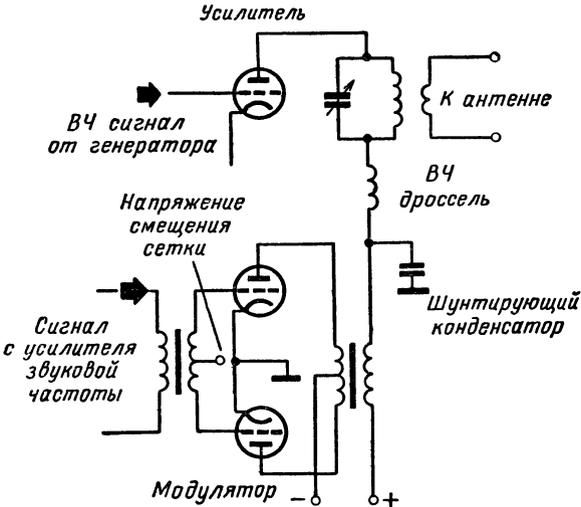

Рис. VI.164. Схема анодной модуляции усилителя.
**Типы модуляторов для амплитудной модуляции.** Существует несколько разных способов подачи сигнала звуковой частоты в высокочастотный усилитель. Одним из очень распространенных способов является анодная модуляция. При этом способе используют двухламповую схему, называемую двухтактным усилителем класса В (рис. VI.164). Выходной сигнал модулятора подается в оконечный усилитель высокой частоты через модуляционный трансформатор. Напряжение звуковой частоты, возникающее на вторичной обмотке трансформатора, добавляется к анодному напряжению усилителя высокой частоты. Таким образом, напряжение звуковой частоты суммируется или вычитается из постоянного напряжения на аноде. Основной недостаток анодной модуляции заключается в том, что